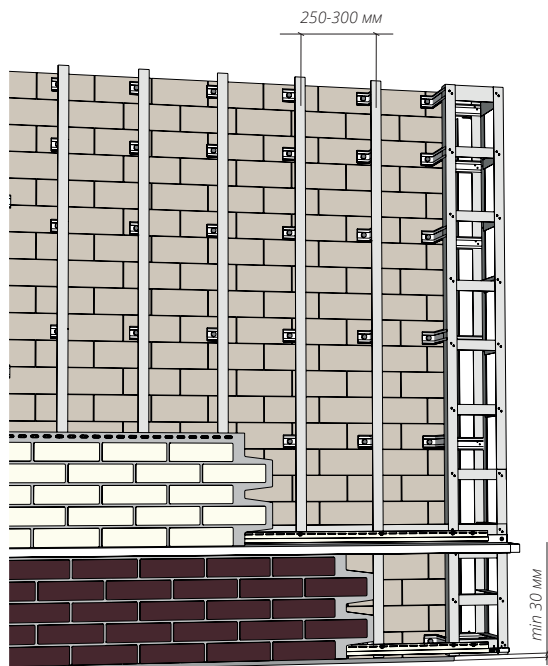

Рисунок 15. Обрешетка НФС Grand Line
- 9.3** Для монтажа фасадных панелей Grand Line обрешетка монтируется вертикально. Шаг обрешетки по осям должен быть не более 250-300 мм (Рис. 15, 16).
- 9.4** Расстояние от грунта, отмостки до нижнего края обрешетки и панелей должно быть не менее 30 мм. Это обеспечит доступ воздуха в подфасадное пространство и защитит обрешетку и смонтированный фасадный материал от последствий пучения грунта в зимний период (Рис. 15, 16).